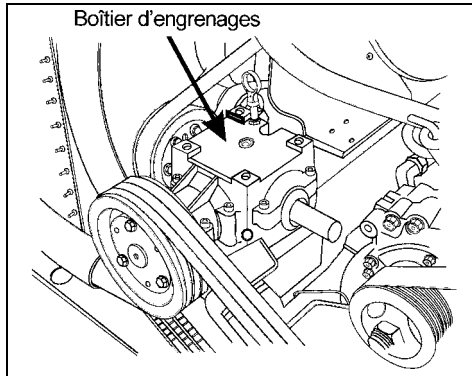

FIGURE 1: BOÎTIER D'ENGRENAGES
Figure 1 : Module de contrôle du chauffage et de la climatisation. (1) Tableau de bord; (3) Panneau arrière du tableau de bord ; (30) Vis M4 – 0,7 x 20 (#5001411) ; (31) Écrou #500345 ; (32) Écrou-lame (#5001406) ; (33) Pièce d'installation du dégivreur.
1. Vidanger l'huile du boîtier d'engrenages du ventilateur (figure 1) selon la procédure décrite dans la section 5 du manuel de maintenance de votre véhicule (voir « Fan gearbox »).